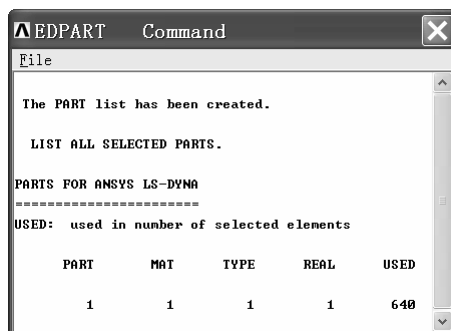

图 5-10 “EDPART Command”窗口
(2) 保持“Parts Data Written for LS-DYNA”窗口的默认设置不变, 单击该窗口中的“OK”按钮, 弹出“EDPART Command”窗口(见图 5-10)。